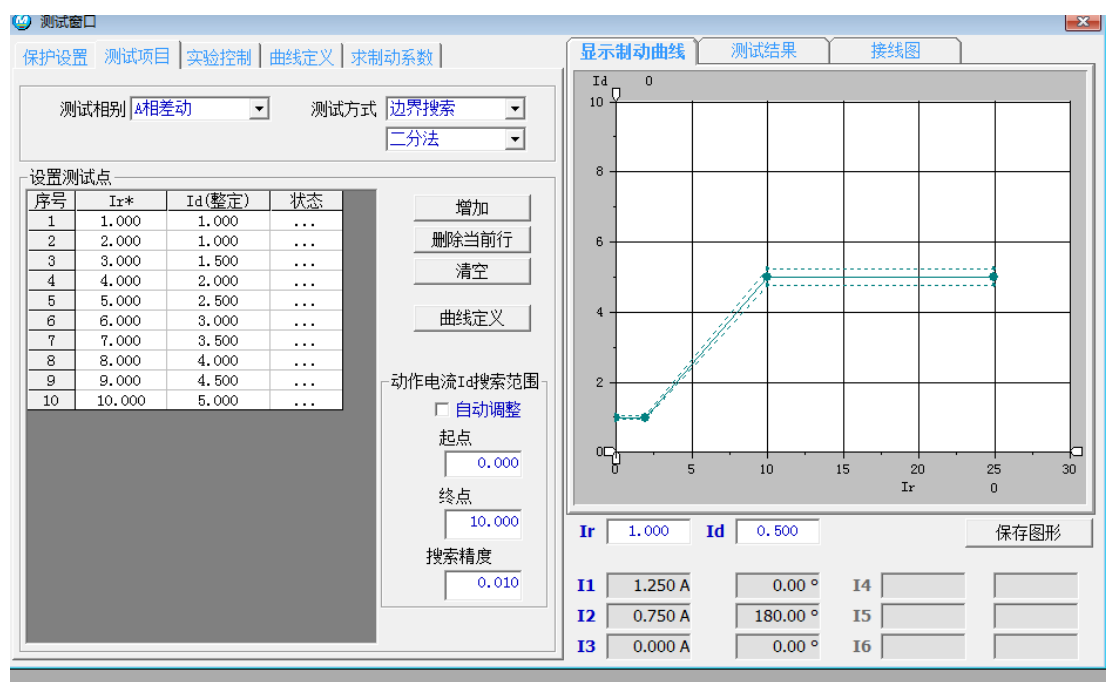

图 3.4.1-4
4、搜索精度：应根据要求调整。有名值时，一般设置要大。标么值时，一般设置要小。如图 3.4.1-4